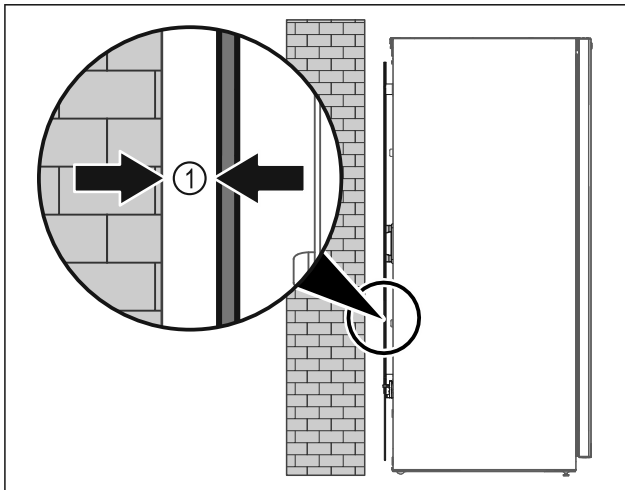

Fig. 8
► Apparaat ofwel vrij in de ruimte of direct tegen een wand met een minimumafstand van 5 mm Fig. 8 (1) opstellen.